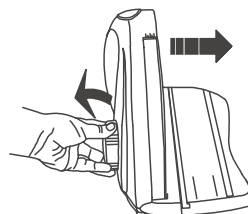

Fig. 8 - Abbildung 8
Hoe de aanslagplaat verwijderen om te reinigen? Draai de instelknop in tegenwijzerszin totdat de aanslagplaat (3) verwijderd kan worden (fig. 8). Reinig de aanslagplaat met een vochtige doek. Plaats de aanslagplaat terug door de instructies hierboven in tegenovergestelde richting te volgen. De accessoires (slede, restenhouder, opvangschaal) dienen met warm water gereinigd te worden (niet in de vaatwasser).
Tournez le bouton dans le sens contraire des aiguilles d'une montre jusqu'à ce que vous puissiez enlever le panneau protège-lame (3) (fig. 8). Nettoyez-le avec un chiffon humide.